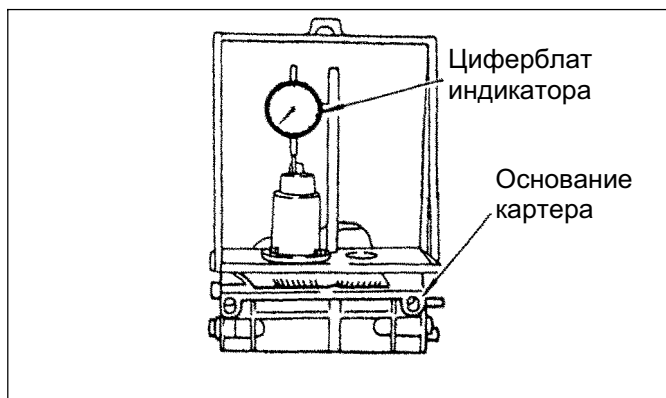

Рис. 5-24
**ПРИМЕЧАНИЕ:** На рис. 5-24 показан порядок определения величины осевого зазора коленчатого вала. Следует принять в расчет толщину бумажной прокладки на разъеме картера, которая берется равной 0,22 мм.